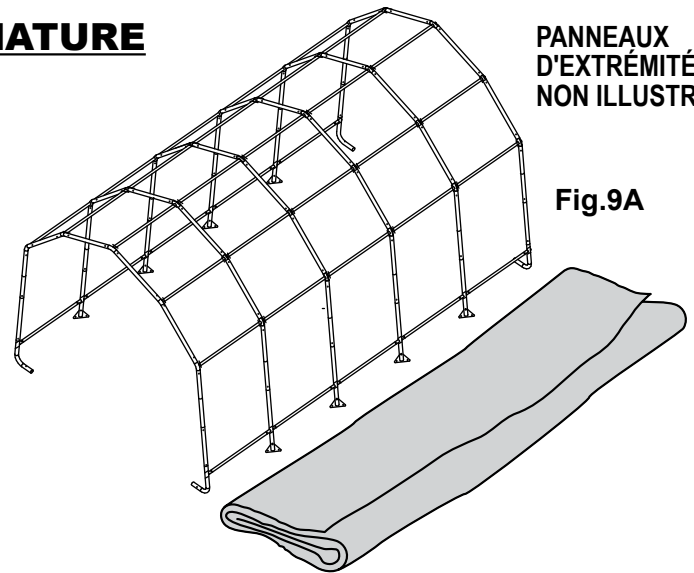

Fig.9A
A. Étalez la toile sur le sol à côté de l'armature en plaçant l'intérieur de la toile (côté avec les fourreaux pour tuyaux) vers le bas et les courroies avant et arrière vers les coins de l'abri. Centrez la toile entre l'avant et l'arrière de l'armature (fig. 9A).